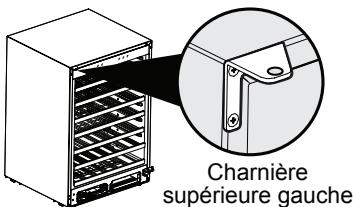

Figure 5
5. Poser une nouvelle charnière supérieure gauche (inclusa à l'intérieur) dans le coin gauche de l'armoire. (Voir Figure 5.)